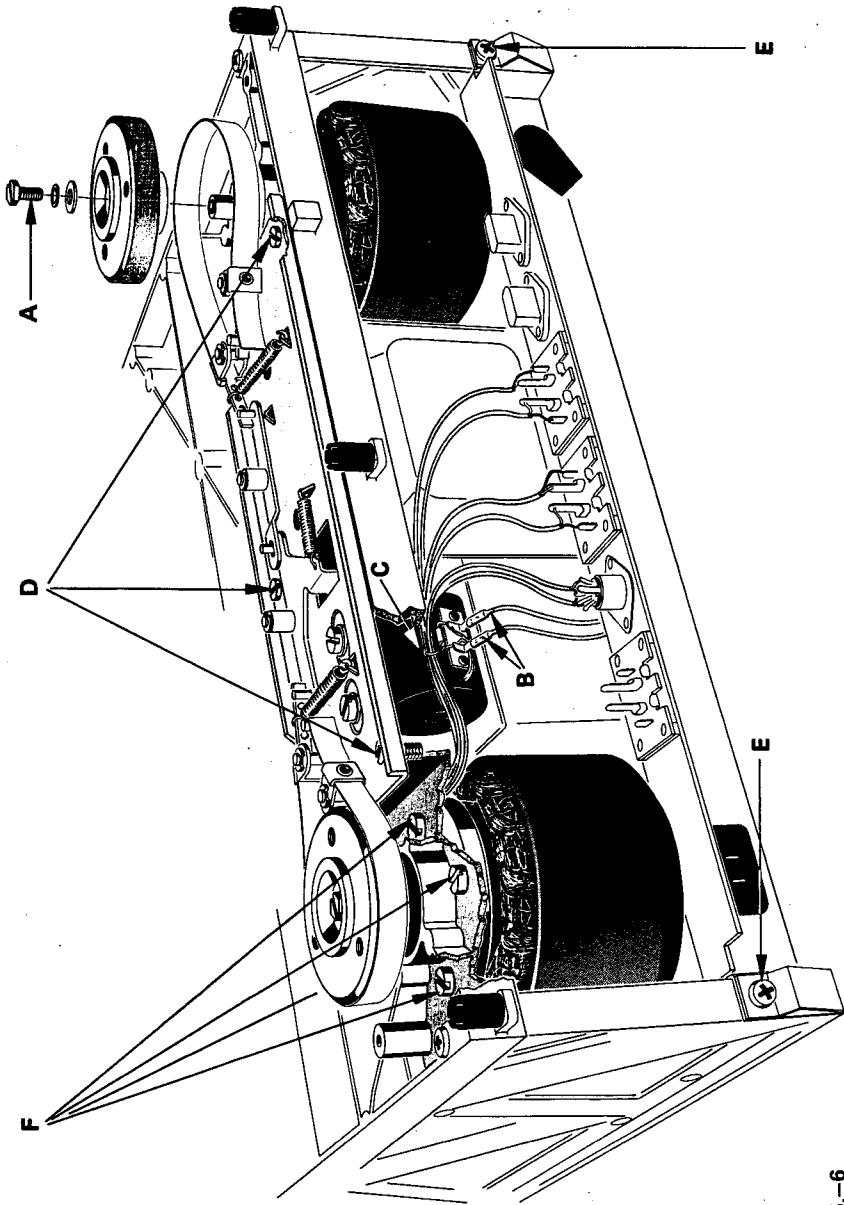

Bild 3.5.-6
- Bremstrommeln, zentrale Schrauben A (Bild 3.5.-6) lösen, Bremsen lüften und Trommeln vorsichtig nach oben abheben.
- Anschlüsse B (Bild 3.5.-6) des Breismagneten ablösen (lösen). Kabelbund (abgeschirmte Kabel) Befestigung C (Bild 3.5.-6) auf trennen.
- 3 Schrauben D (Bild 3.5.-6) des Bremsaggregates lösen und das Chassis vorsichtig abheben.
- Schrauben E (Bild 3.5.-6) des Anschlussträgers lösen.
- je 4 Schrauben F (Bild 3.5.-6) der Wickelmotoren lösen und die Motoren vorsichtig nach unten ausfahren.
- Bremsmagnet, Kabelanschlüsse lösen (ablöten) (s. Bild 3.5.–6, B)